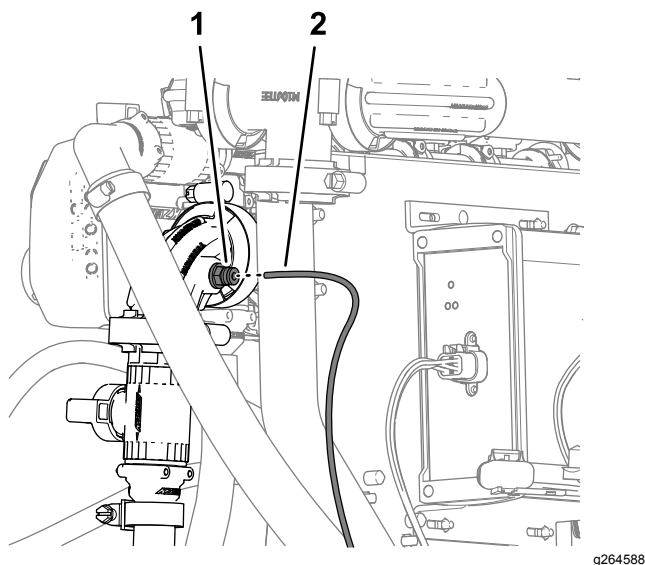

Figure 140
- Alignez le bout du tube de détection de pression (plastique), associé au manomètre situé dans la planche de bord, et la bague de blocage du raccord de tube dans le raccord à 90° de la vanne de coupure du kit applicateur manuel ou dévidoir électrique (Figure 140).
- Insérez le tube de détection dans la bague de blocage jusqu'à ce que le tube soit complètement engagé (Figure 140).